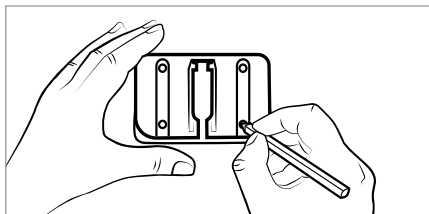

Bild 5
- 3) Använd vägghållaren **18** för att markera de fyra borrhålen på väggen (se bild 5).